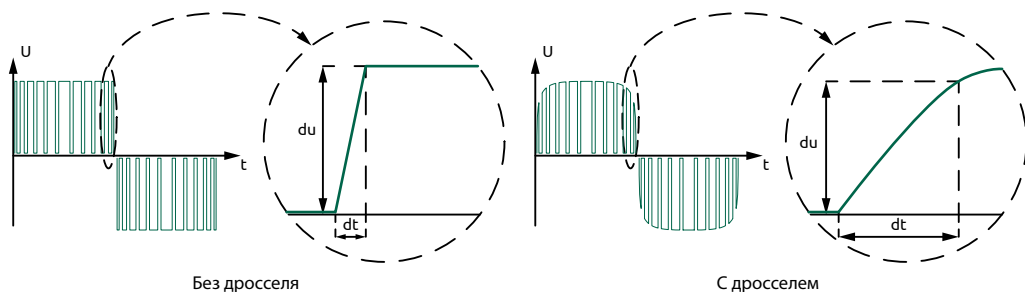

Рисунок 26 – Кривые напряжения на входе и выходе моторного дросселя
- ограничение крутизны нарастания напряжения  $du/dt$  (см. рисунок 26) и, как следствие, уменьшение амплитуды перенапряжений на клеммах двигателя;